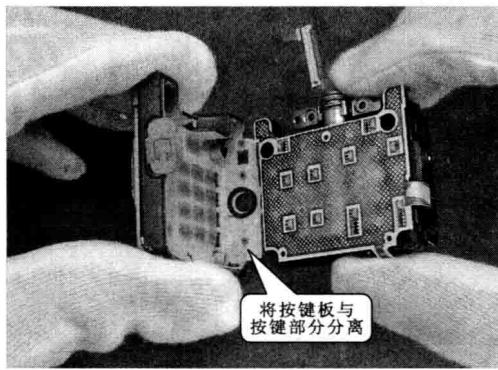

图 1-24 拆卸步骤④
步骤④ 再拆卸手机按键板及摄像头组件部分,由于螺钉已经拆卸完毕,将按键板与按键分离即可,如图 1-24 所示。